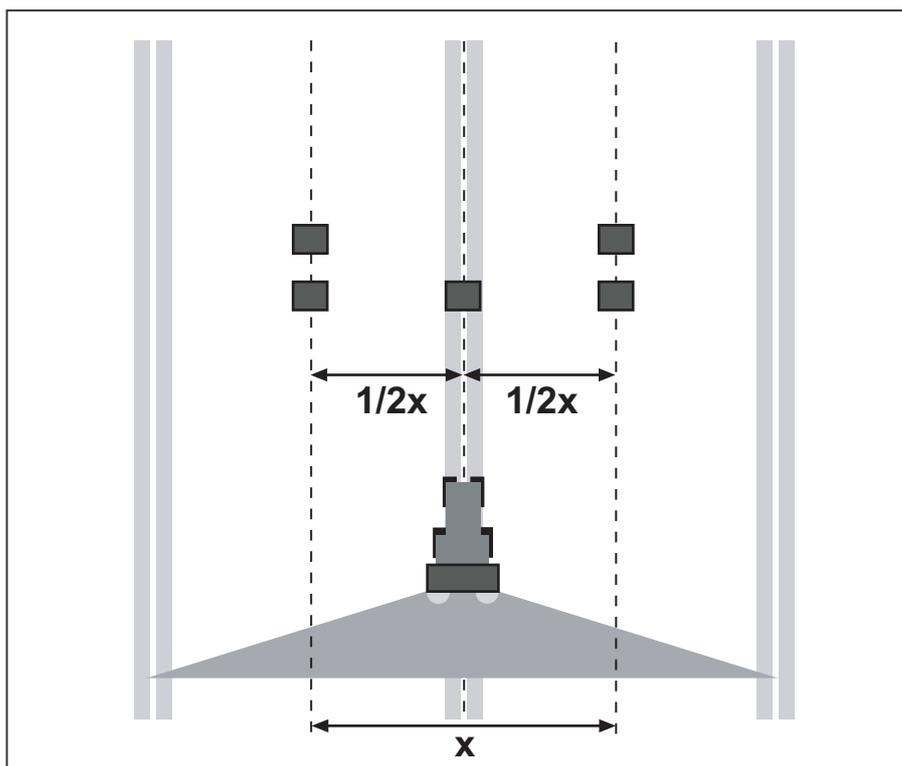

Figura 7.27: Disposizione per una traversata
- Disporre in fila due vaschette di raccolta, alla distanza di **1 m**, in ciascuna zona di sovrapposizione (tra le corsie) e una vaschetta nella corsia stessa (cfr. figura 7.27).